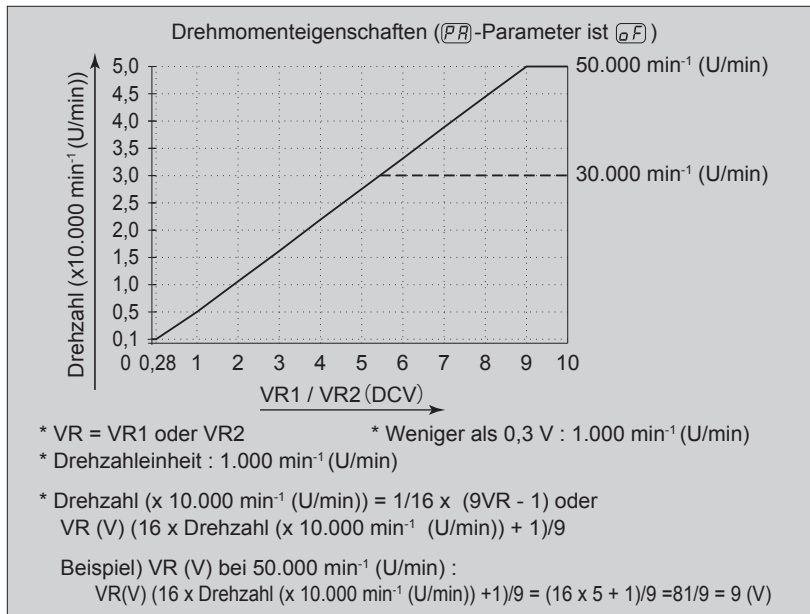
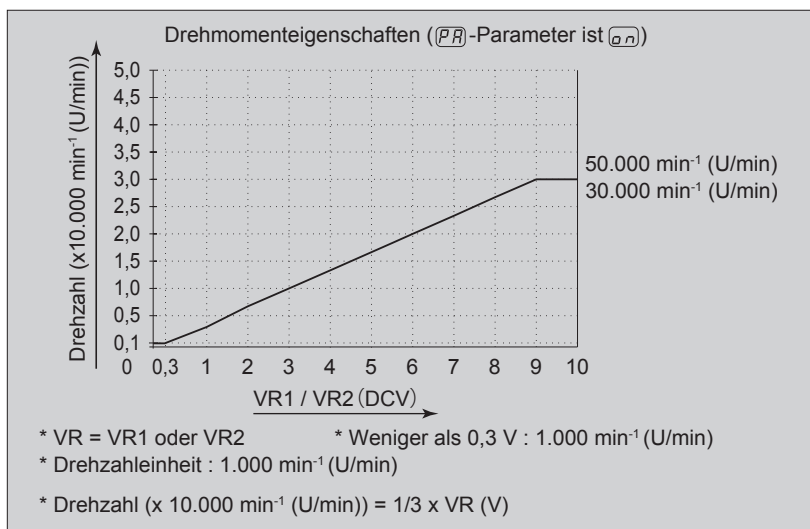

Abb. 34
Abb. 35
- Stellen Sie den Parameter auf (ON), wenn Sie die gleichen Drehzahlbefehle wie für das vorherige CONTROLLER-Modell E2530 verwenden möchten.
- Abb. 34 zeigt Merkmale des Motordrehzahl-Steuerspannung-Signals und der Drehzahl mit Parameter (PR) auf (OF) gestellt. Abb. 35 zeigt Merkmale des Motordrehzahl-Steuerspannung-Signals und der Drehzahl mit Parameter (PR) auf (ON) gestellt.